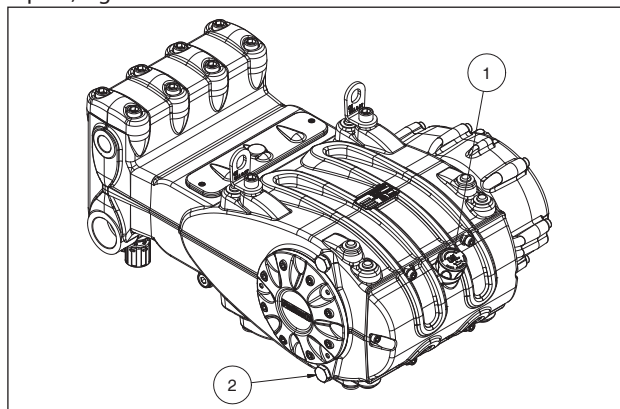

Fig. 1
Les opérations de réparation de la partie mécanique doivent être effectuées après avoir éliminé l'huile du carter. Pour vidanger l'huile, retirer d'abord le bouchon de remplissage d'huile rep. ①, Fig. 1, puis le bouchon de vidange rep. ②, Fig. 1.